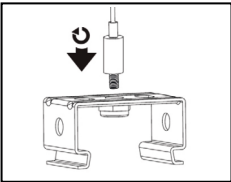

Рис. 5
- 5.16 Для установки осветительного прибора на подвесы можно использовать тросовую систему подвеса (рис. 5).